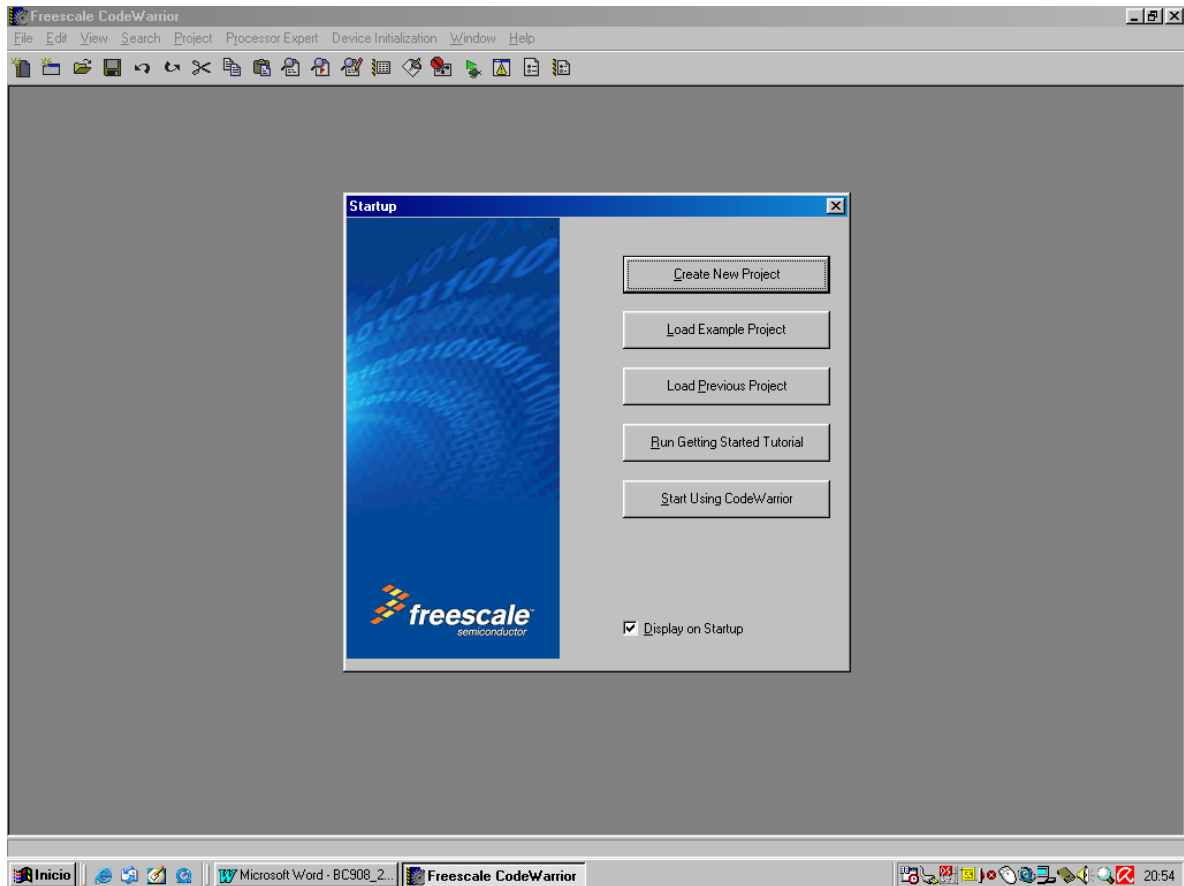

Figura 1.- Pantalla “Startup” con opciones de ayuda.
- 1) Al ejecutar el **CodeWarrior IDE**, se nos abrirá una ventana de opciones como se vé en la **figura 1**.